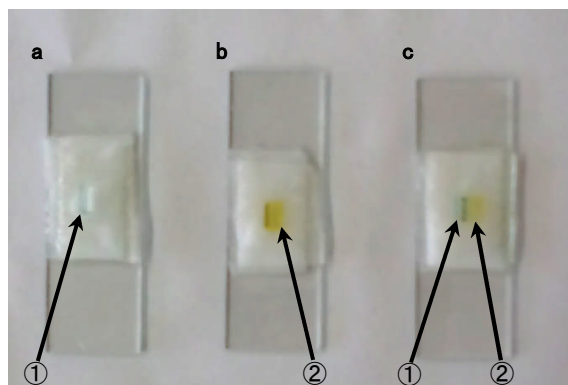

図3 クッキングペーパー上の電気泳動
- ・硫酸銅を染み込ませた青色のろ紙を用いて電流を流すと、陰極側に青色の染みが広がることから、硫酸銅中の青色の成分は+の電気を帯びた陽イオンであることが確かめられる(図3の a)。
- ・クロム酸カリウムを染み込ませた黄色のろ紙を用いて電流を流すと、陽極側に黄色の染みが広がることから、クロム酸カリウム中の黄色の成分は-の電気を帯びた陰イオンであることが確かめられる(図3の b)。
- ・クロム酸銅を染み込ませた茶色のろ紙を用いて電流を流すと、陰極側に青色の染みが広がり、陽極側に黄色の染みが広がることから、クロム酸銅中の青色の成分は+の電気を帯びた陽イオン、黄色の成分は-の電気を帯びた陰イオンであることが、それぞれ確かめられる(図3の c)。